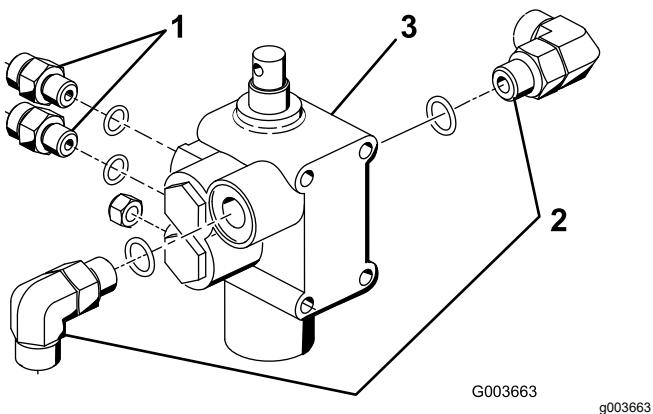

Figura 8
1. Enrosque los dos acoplamientos de 90° y los 2 acoplamientos hidráulicos rectos en la nueva válvula de elevación, tal y como se muestra en la Figura 8.